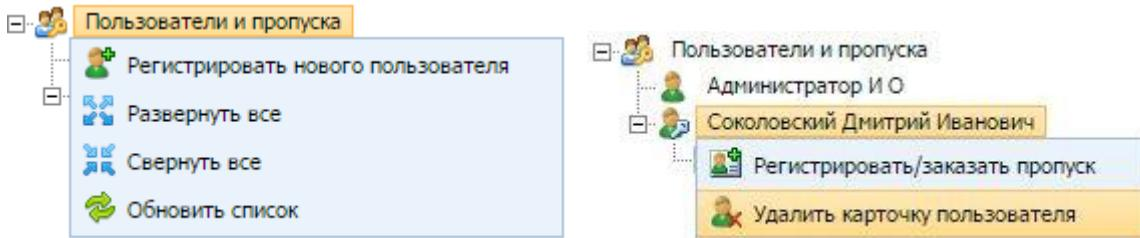

Рис.4, Рис.5
- для элемента «Пользователи и пропуска» в контекстном меню пункт: «Регистрировать нового пользователя», «Развернуть все», «Свернуть все», «Обновить список» (рис.4);